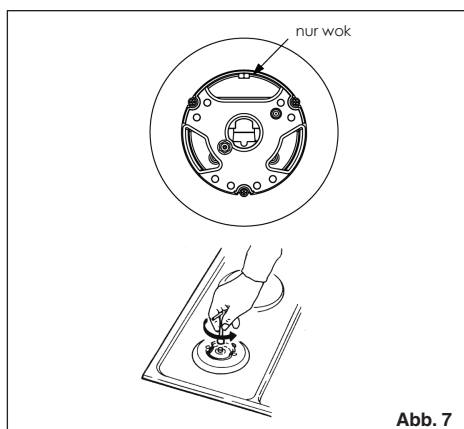

Abb. 7
Anpassung an einen anderen Gastyp (Abb. 7)
- die Düsen (s. Abb. 7) mit den für den vorhandenen Gastyp bestimmten Düsen (siehe Tab. "Technische Daten") ersetzen;